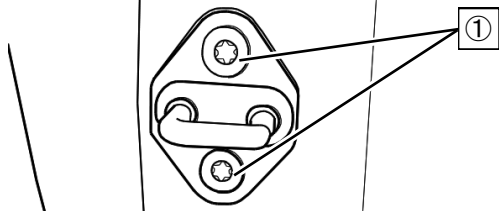

図1-1
2. ①トルクスボルト（T40）を取外し、純正ドアストライカーを車両から取外してください。（図1-1）